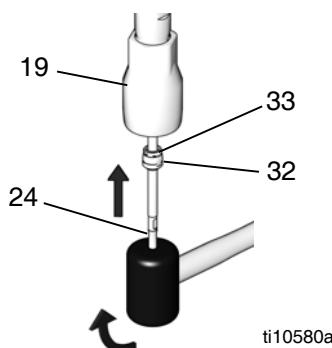

图 24
10. 给填料活塞柱 (24) 涂抹润滑脂，然后，将组装好的进料阀推到活塞柱上。确保填料螺母 (33) 先装上活塞柱。将阀组件向上推到活塞柱上，在进料阀罩 (19) 前面停住。参见图 24。
11. 用一把扳手夹牢阀体 (32)，同时用一把活动扳手拧紧填料螺母 (33)；正确的扭力参见下表。在填料活塞柱 (24) 上，用橡胶锤将阀组件向上敲到止挡。